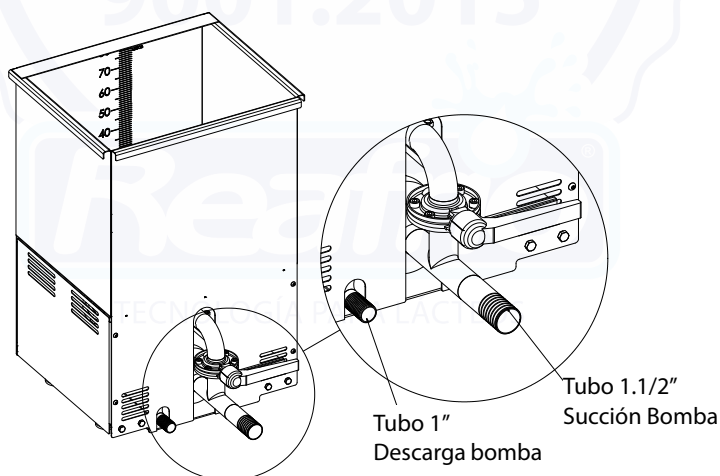

Imagen 11 - Conexión Mangueras en la Estación de Bombeo
1. Conectar las mangueras disponibles al kit en los locales especificados de la Imagen 11. Sí es necesario, se debe calentar a la extremidad de la manguera para facilitar su encaje;